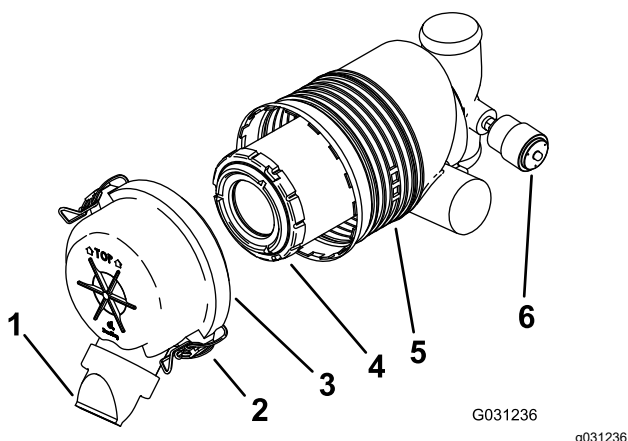

Рисунок 32
**Внимание:** Фильтр воздухоочистителя следует менять только, когда индикатор обслуживания станет красным (**Рисунок 32**). Замена воздушного фильтра без необходимости ведет лишь к повышению вероятности попадания грязи в двигатель при извлечении фильтра.
5. Освободите защелки воздухоочистителя и отделите крышку от корпуса воздухоочистителя (Рисунок 32).
- Если индикатор обслуживания прозрачный, установите крышку воздухоочистителя таким образом, чтобы пылезащитный колпачок был ориентирован вниз, и закройте защелки (Рисунок 32).
1. Осторожно извлеките фильтр из корпуса воздухоочистителя (Рисунок 32).
3. Осторожно установите фильтр (Рисунок 32).
4. Установите крышку воздухоочистителя таким образом, чтобы пылезащитный колпачок был ориентирован вниз, и закройте защелки (Рисунок 32).